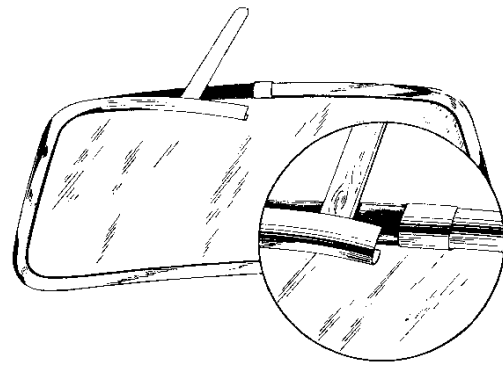

Fig. 8-17. Demontage van de sierstrip
3. Verwijder de sierlijst door er de rand van de rubber strip met een vochtig houten stopmes uit te drukken en houdt de sierlijst in het midden vrij met een ander stopmes zoals Fig. 8-17 laat zien. Druk de sierlijst er voorzichtig af, terwijl de rubber strip vrijgehouden wordt met het andere stopmes.